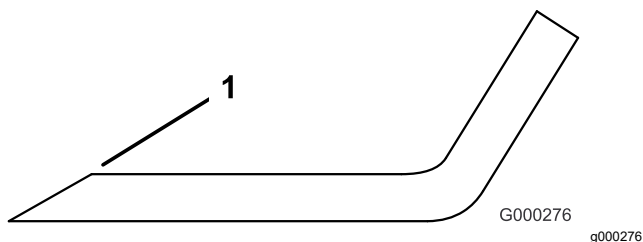

Figura 143
4. Afilelos si están romos o tienen mellas (Figura 143).